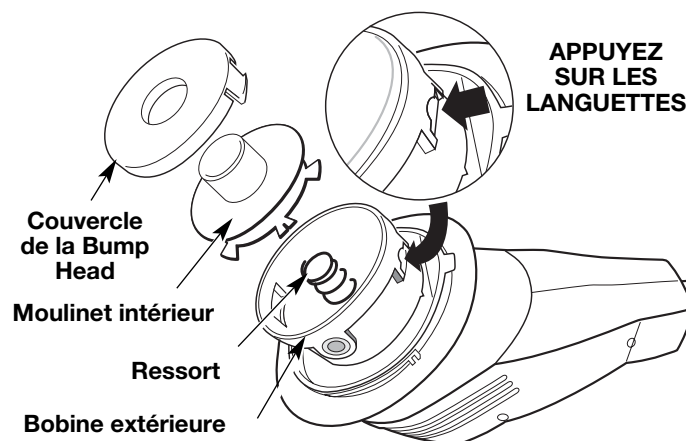

Fig. 11
1. Retirez le couvercle de la Bump Head en appuyant sur ses deux languettes visibles sur les deux côtés de la bobine extérieure (Fig. 11).
2. Enlevez le moulinet intérieur et son ressort (Fig. 11).
3. Nettoyez la surface interne de la bobine extérieure à l'aide d'un tissu propre (Fig. 11).
2. Retirez l'ancien moulinet intérieur et son ressort de la bobine extérieure (Fig. 11).
3. Retirez le ressort du moulinet (Fig. 11).